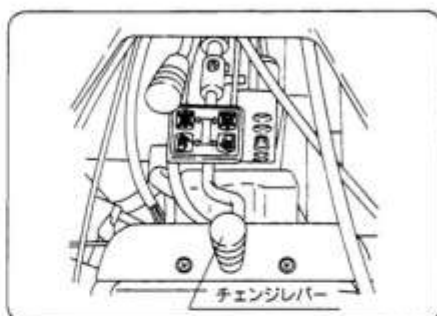

図8
- ① チェンジレバーを進行方向の位置にしてください。(図8)